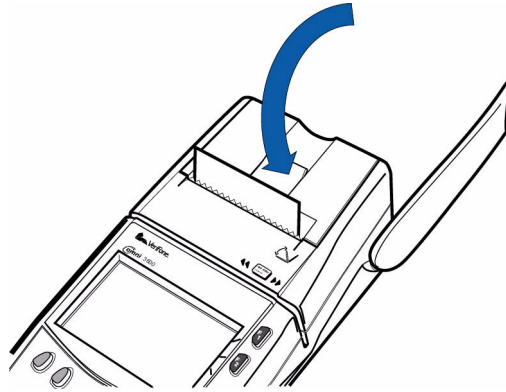

图 8 关闭打印机盖
- 6 轻轻按下打印纸卷盖上的锁片，直到听到咯嗒声，打印机盖即被关上。盖外应留有一小段打印纸，如图 8 所示。